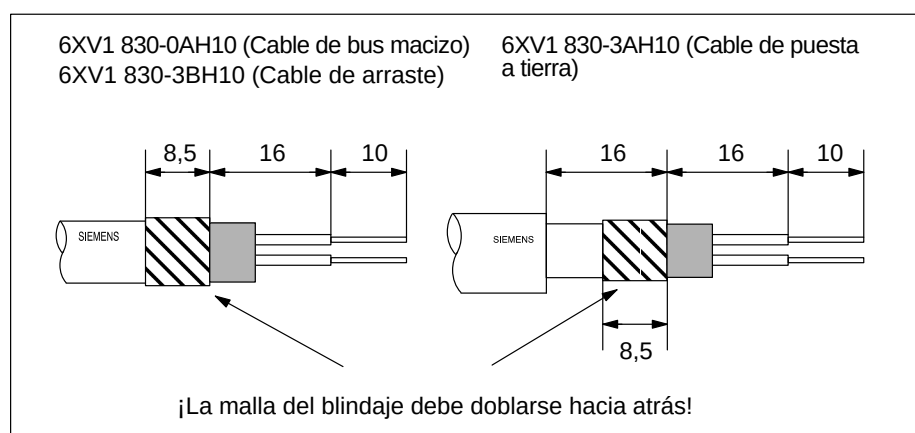

Figura 4-9 Longitud de pelado de los cables para la conexión del repetidor RS 485
2. Pelar el cable de bus PROFIBUS conforme a la figura 4-9.